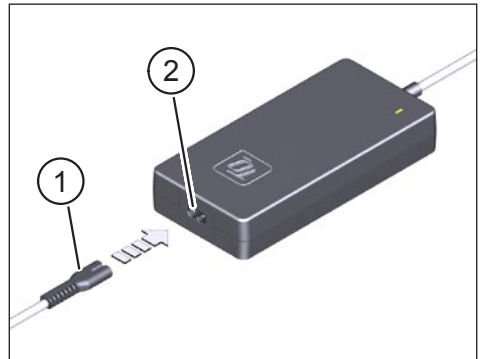

Fig. 1: Sluit de Charger aan op de netvoeding
- ▶ Steek de stekker van het kleine apparaat (Pos. 1 in Fig. 1) van het landspecifieke netsnoer in de aansluiting (Pos. 2 in Fig. 1) op het oplaadapparaat.